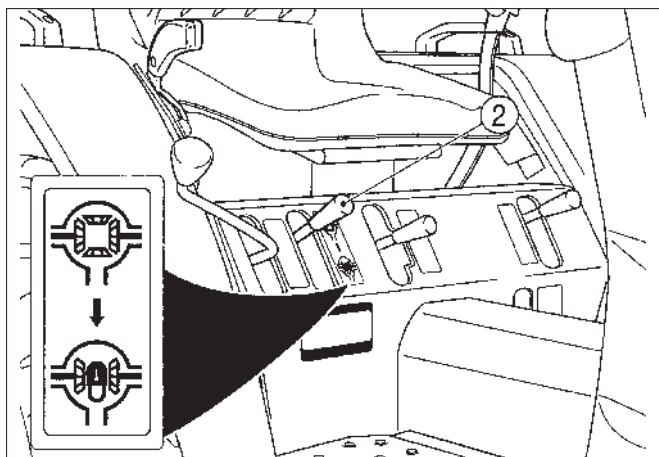

Fig. 41
FIG. 41: Quand le levier de blocage de différentiel (2) est abaissé, les deux arbres d'entraînement sont verrouillés pour assurer une motricité identique aux deux roues arrière. Le blocage de différentiel est surtout intéressant pour rouler sur un sol meuble ou un terrain glissant.